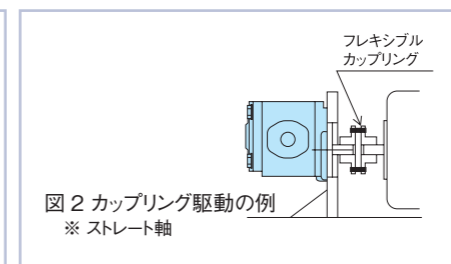

図2 カップリング駆動の例
- ② カップリング駆動・・・フレキシブルカップリングを使用する場合はストレート軸を使用し、ポンプ・モータ軸にはスラスト力が加わらないように組付けください(下図2参照)。
- ③ 製品により適用可能なシャフト形状が異なります。詳細はお問い合わせください。